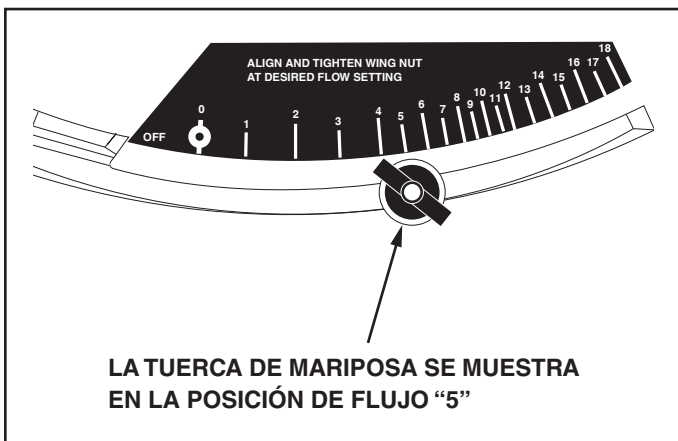

FIGURA 26
4. Afloje la tuerca de mariposa plástica y muévela al punto de ajuste deseado. Vuelva a apretar la tuerca. Vea la Figura 26.